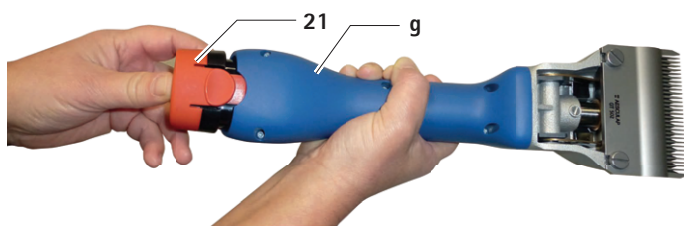

Fig. 2
- ▶ Estrarre il caricatore a ioni di litio 21, procedere al caricamento e/o inserire l'accumulatore a ioni di litio GT641 (31NR19/66-1) nella tosatrice ad accumulatore **g**, vedere Fig. 2.